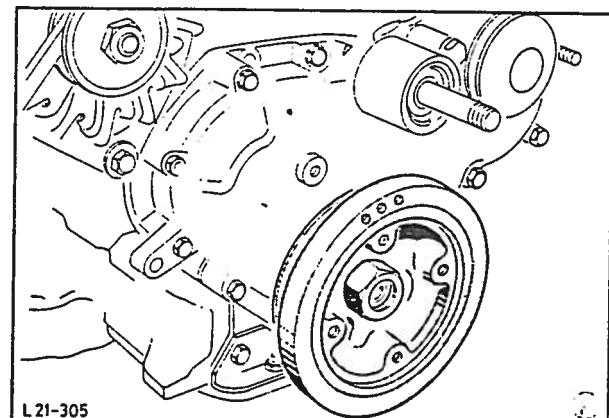

Fig. 94 Demontering av veivakselen remskive.
5. Skru av viftens remskive med clutch og viste (1 mutter) og hold fast clutchens remskive ved bruk av en vanlig filternøkkel. Demonter veivakselen remskive (1 mutter) og kile, fig. 94. Bruk spesialverktøy 21-018 for å holde fast veivakselen.